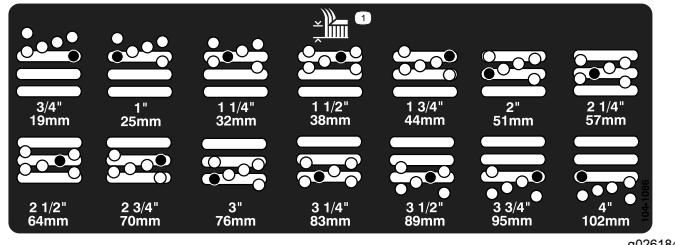

Figura 9
5. Mueva la cámara a la altura deseada e instale el espaciador en el taladro y la ranura de altura de corte deseados (Figura 9)